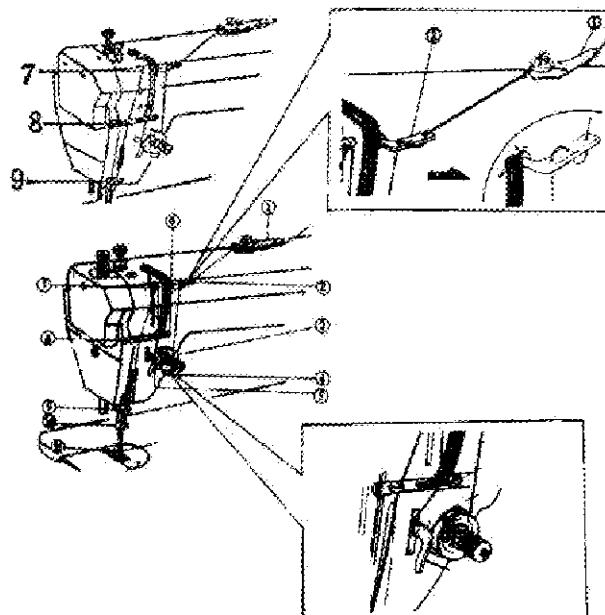

Рис. 17
Для заправки игольной нити поднимите иглодержатель в крайнее верхнее положение, потяните нить с катушки и протяните ее в указанном на рис. 17 порядке.
- (1) натяжения нитепрятгательной пружины;
- (2) амплитуды колебания нитепрятгательной пружины;
- (3) натяжения диска натяжения;
- (4) положения нитенаправителя 6 на рис. 17. Все эти регулировки описаны ниже.
Нормальное взаимоотношение положения нитенаправителя (рис. 17) и стачиваемого материала показано в следующей таблице.